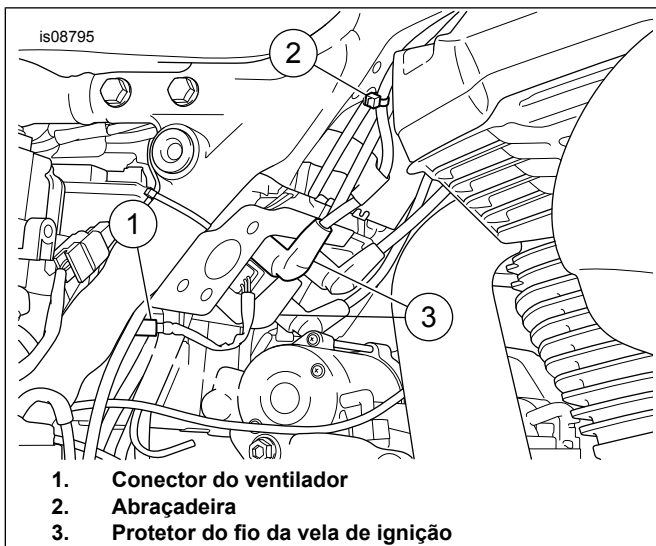

Figura 1. Conector do ventilador
7. Veja Figura 1 . Localize o conector da ventoinha (1) e o desconecte.
- Quando reposicionados, os foles de proteção da vela de ignição direita (3) no pacote da bobina devem ficar voltados para o lado esquerdo do veículo.
- Veja Tabela 1. Existem furos no quadro para facilitar o uso de abraçadeiras flexíveis com pontas tipo árvore (12) e ajudar a rotear adequadamente um chicote de fios ou prender os fios da vela de ignição.
- Ao rotear os fios da vela de ignição (2) certifique-se de que haja um espaço livre suficiente entre o quadro e o conjunto do motor.
Veja Figura 1 . Reposicione o protetor do fio da vela de ignição direito.